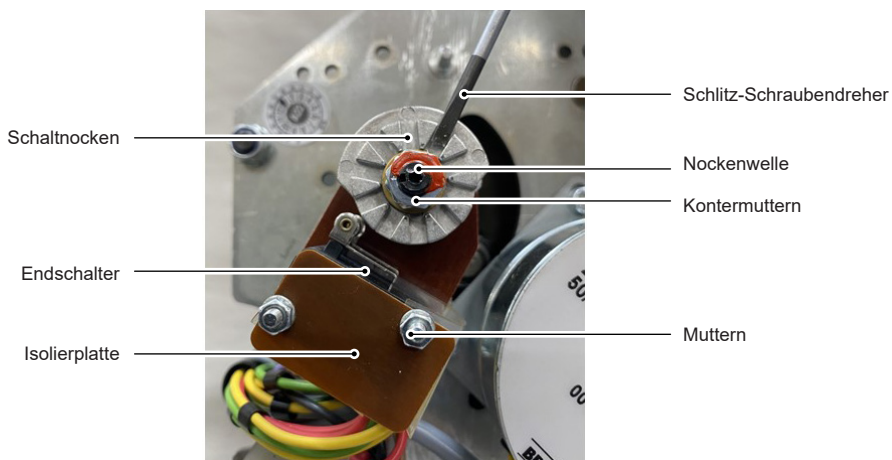
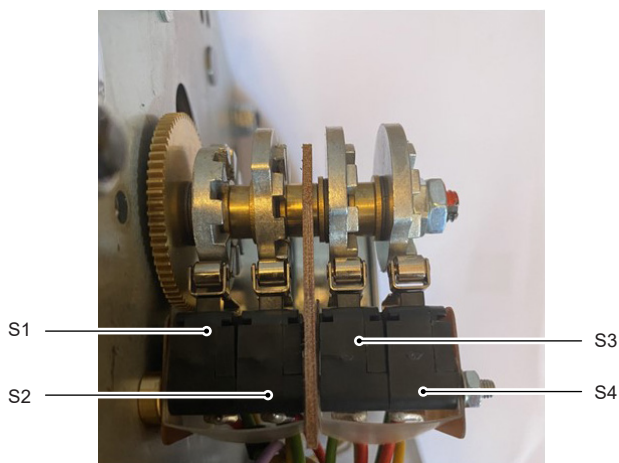
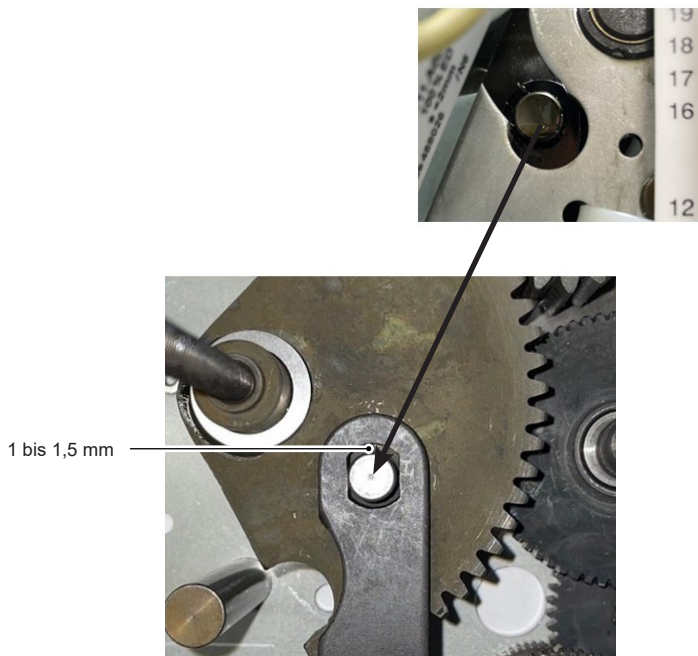

Abb. 9 Schalter-Einstellung
Abb. 10 Schalterübersicht
Abb. 12 Bolzen in Endstellung
- Nocke S1 mit Hilfe eines Schraubendrehrs (Klingenbreite 3 mm) so weit verdrehen, bis die Schaltschräge der Nocke an der Schaltrolle des Schalters anliegt, ohne diesen jedoch zu betätigen. Dreh- bzw. Schallrichtung der Nocken beachten. Beim Verstellen der Nocke Abriebsrad festhalten. Die Nockenwelle dreht sich im Uhrzeigersinn, wenn die Antriebsspindel ausgefahren ist. Siehe Abb. 9 bis Abb. 12
Siehe Abb. 12.
Die Drehung der Nocken kann recht schwergängig sein. In solchen Fällen empfiehlt es sich, die Position des benachbarten Nockens mit einem zweiten Schraubendreher zu fixieren und immer mit der Einstellung von S1 zu beginnen und mit der Einstellung von S4 zu beenden. Lösen Sie nicht die Kontermuttern an den Nocken, es sei denn, Sie wollen sie austauschen (Abb. 9).
- Mit einem Schraubendreher (Klingenbreite 3 mm) den Nocken S2 so einstellen, dass er den wegabhängigen Schalter S2 betätigt. Dreh- bzw. Schaltrichtung der Nocken beachten. Beim Verstellen der Nocke Abriebsrad festhalten. Siehe Abb. 9 und Abb. 10
Die Drehung der Nocken kann recht schwergängig sein. In solchen Fällen empfiehlt es sich, die Position des benachbarten Nockens mit einem zweiten Schraubendreher zu fixieren und immer mit der Einstellung von S1 zu beginnen und mit der Einstellung von S2 zu beenden. Lösen Sie auf keinen Fall die Kontermuttern (Abb. 9).
- Siehe Abb. 10 zur Veranschaulichung des Einbaus
- Schalter S3 aufstecken, wie in Abb. 9 gezeigt. S3 hat den kürzeren Kabelbaum
- Schalter S4 aufstecken, wie in Abb. 9 gezeigt
Der Stellantrieb der Serie AEL7T wird mit zwei zusätzlichen Endschaltern (S3 und S4) geliefert. Diese Schalter dienen zur Meldung einer Ventilstellung und haben einen potentialfreien Wechsler-Kontakt. Siehe Abb. 10 zur Veranschaulichung des Einbauortes von S3 und S4.
Die Drehung der Nocken kann recht schwergängig sein. In solchen Fällen empfiehlt es sich, die Position des benachbarten Nockens mit einem zweiten Schraubendreher zu fixieren und immer mit der Einstellung von S3 zu beginnen und mit der Einstellung von S4 zu beenden. Lösen Sie auf keinen Fall die Kontermuttern (Abb. 9).